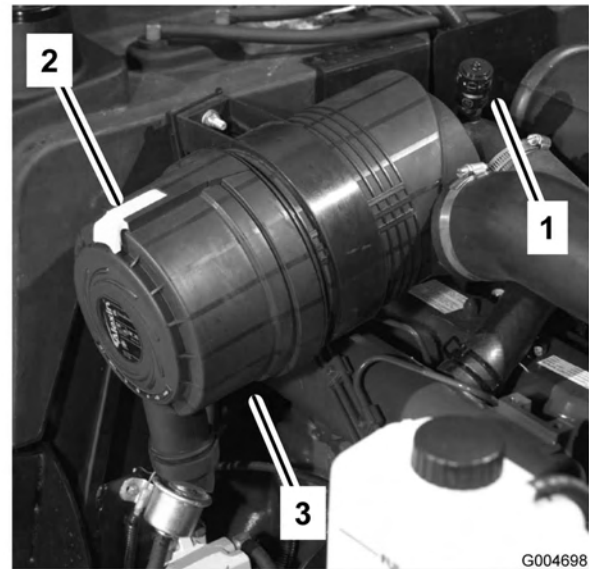

Figure 46
1. Tirez le verrou vers l'extérieur et tournez le couvercle du filtre à air dans le sens anti-horaire (Figure 46).
7. Montez le couvercle en dirigeant la valve de sortie en caoutchouc (Figure 46) vers le bas, entre 5:00 et 7:00 heures environ vu de l'extrémité. Fermez le verrou.